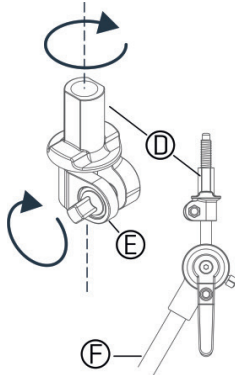

Figura 1
- 5 Para fixar a braçadeira do prato (D), aperte o parafuso (E) como é mostrado na *Figura 1*.
- 6 Aparafuse o feltro e a porca de orelhas (A) no braço do prato.